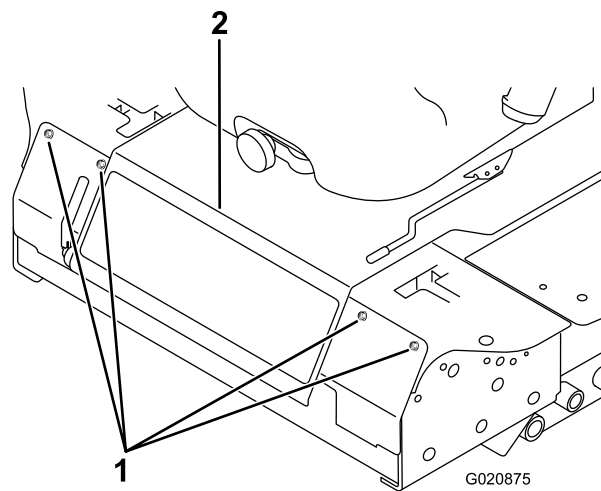

Рисунок 53
- Снимите болты крепления передней панели и снимите переднюю панель (Рисунок 53).